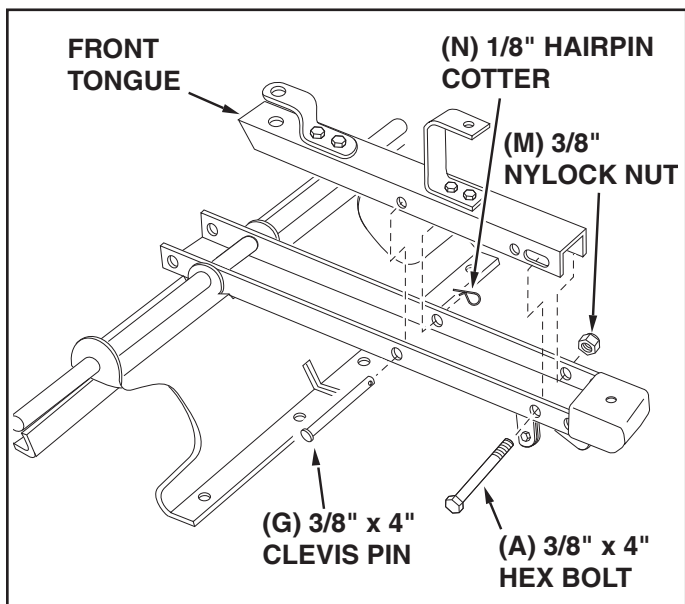

FIGURE 5
- Place the front tongue inside the rear tongue as shown in figure 5. Fasten the tongues together using a 3/8" x 4" hex bolt (A) and a 3/8" nylock nut (M). **Tighten,** leaving the nut just loose enough that the tongues can pivot freely. See figure 5.
- Insert the 3/8" x 4" clevis pin (G) through the tongues and secure with a 1/8" hairpin cotter (N), as shown in figure 5.
- Pivot the front tongue into the storage position underneath the rear tongue and secure it using the 3/8" x 4" clevis pin and hairpin cotter. (Refer to figure 5 on page 6.)
10. Placer la barre d'attelage avant dans la barre arrière, tel qu'illustré à la figure 5. Fixer les deux barres ensemble avec un boulon à 6 pans (A) et un contre-écrou (M). **Serrez,** tout en veillant à laisser l'écrou suffisamment desserré afin que les barres d'attelage puissent pivoter dans difficulté. Voir la figure 5.
11. Insérer la goupille de chape (G) dans les deux barres d'attelage, tel qu'illustré à la figure 5, et fixer avec une goupille d'attelage (N).